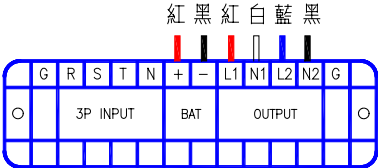

Fig 3.2-7
(2)C-1252/1262 機型輸出配線如Fig 3.2-7。